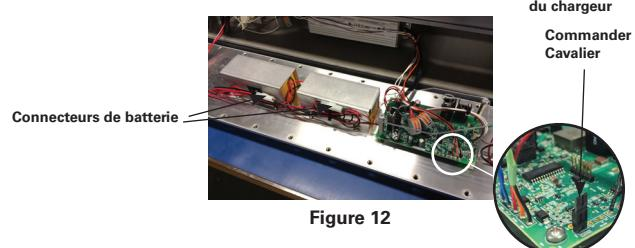

Figure 12
- Débrancher des batteries 1 et 2, respectivement, les connecteurs de la carte du chargeur et du circuit de commande (voir la figure 12).
- Couper les attaches sur chaque support des deux (2) colliers de fixation des batteries.
- Retirer les quatre (4) vis de fixation des chacun des colliers de fixation des blocs-batteries et retirer les vieux blocs-batteries. Les remplacer par des blocs-batteries neufs fournis par la division Crouse-Hinds de Eaton.
- Fixer chaque collier de fixation avec quatre (4) vis et serrer avec un couple de 0,6 N.m (5 lb-po).
- Faire des torons soignez avec les fils des batteries (voir la figure 12) et les fixer aux supports d'attaches au moyen des attaches fournies dans la trousse de batterie EM.
- Reposer les vingt-quatre (24) vis de pression à six pans creux et rondelles de blocage du boîtier du circuit de commande à l'aide d'une clé hexagonale ou d'un embout de 5 mm.